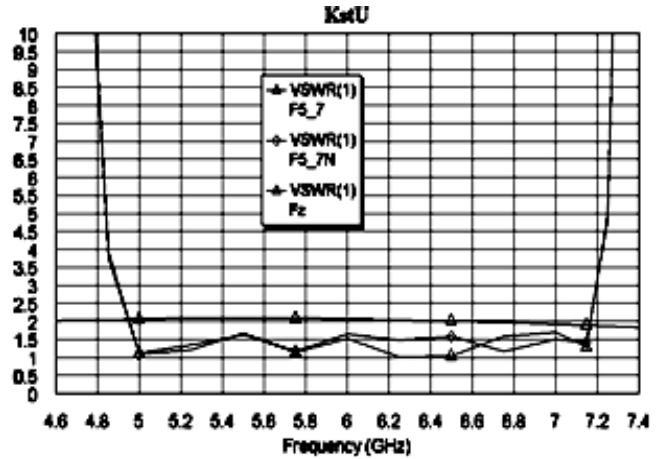
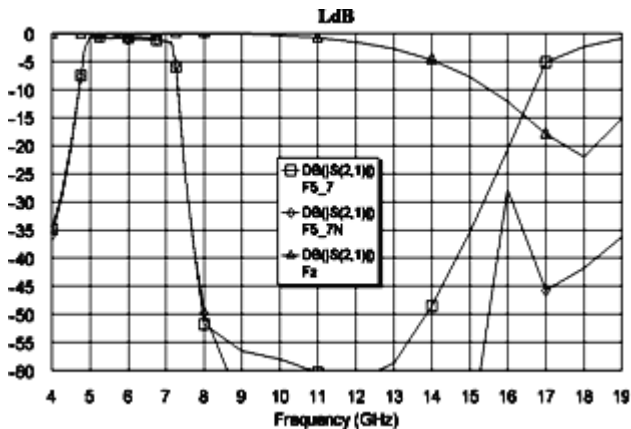

Рис. 3.202
Рис. 3.204
отражения на рис. 3.202. Из графиков видно, что нужно улучшить согласование заграждающего фильтра в полосе пропускания.
11. Сделайте активным окно графика **LdB** и щёлкните по значку **Analyze**. График вносимого ослабления показан на рис. 3.204, а график коэффициента отражения на рис. 3.202. Эти характеристики можно считать приемлемыми.